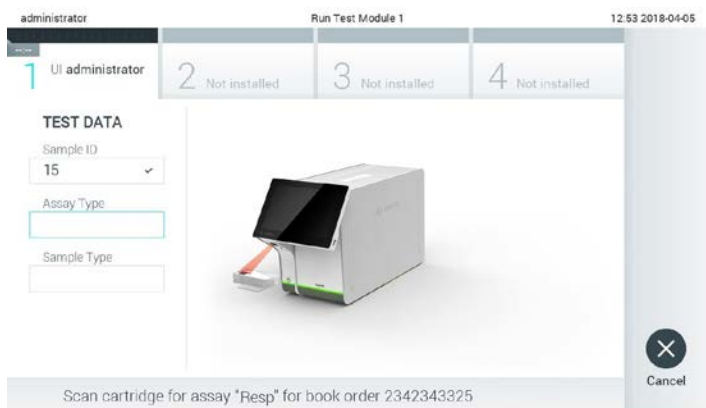

Рис. 74. Сканування штрих-коду тестового картриджа КВІАстат-ДКс.
4. Коли заявку на тест успішно отримано з хосту, відображається повідомлення «Scan cartridge for assay <assay_name> and book order <order_number>» (Відскануйте картридж для аналізу <назва_аналізу> і розміщеної заявки <номер_заявки>). Відскануйте штрих-код указанного тестового картриджа КВІАстат-ДКс (рис. 74).